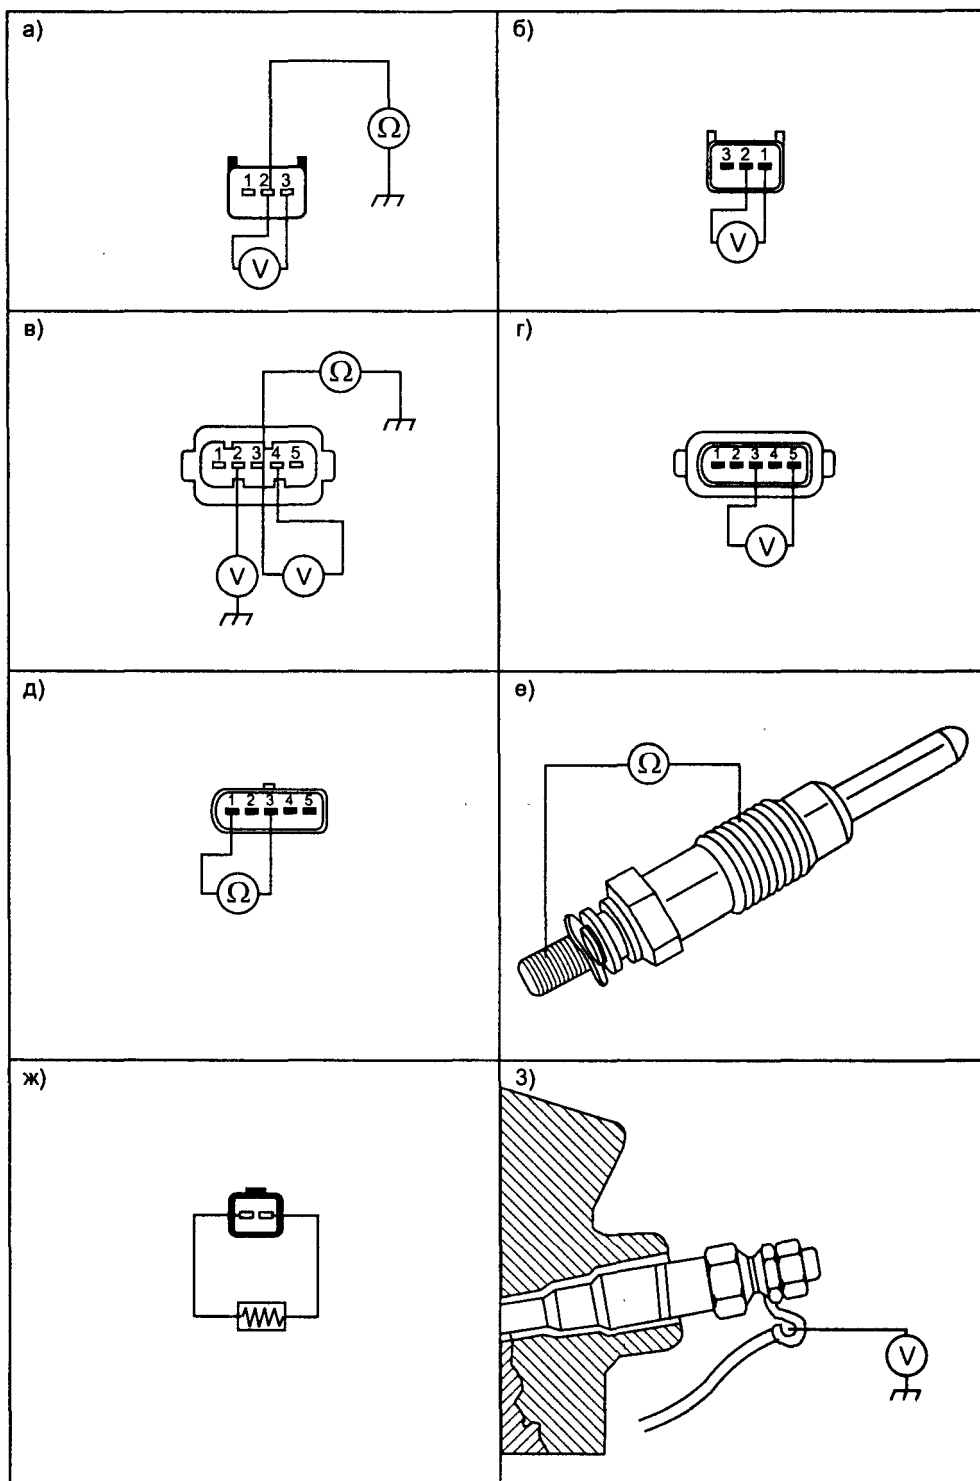

Рис. 1.6.7. Впускная система
- включают зажигание, на контакте 3 должно быть около 5 В (см. рис. 1.6.7а), а на контакте 1 около 1,8 В (см. рис. 1.6.7б). Если этого нет, проверяют монтажные соединения и при необходимости возвращаются к проверке ЕСМ;
Датчик MAF позволяет точно измерить массу поступающего на впуск воздуха, для правильной оценки необходимой цикловой подачи топлива. Для его проверки отсоединяют разъем датчика MAF и при включенном зажигании проверить наличие «земли» на контакте 3 и «+12 В» на контакте 2 разъема жгута (см. рис. 1.6.7в), если нет проверить предохранитель F13, реле K46, замки зажигания и соответствующие соединения;
- подключить разъем датчика MAF на место и включить зажигание, на контакте 4 должно быть около 5 В (см. рис. 1.6.7в), на контакте 5 около 1 В (см. рис. 1.6.7г);
- заводят двигатель, на х.х на контакте 5 должно быть около 2 В, а при частоте 3000 rpm напряжение должно вырасти до 3,5 В (см. рис. 1.6.7г).
Датчик IAT встроен в корпус датчика MAF. Для его проверки необходимо отсоединить разъем датчика и, изменяя температуру воздуха (например, с помощью фена), проверить соответствие показаний датчика табл. 1.6.4 (см. рис. 1.6.7д).
- выкручивают свечи накаливания из ГБЦ и проверяют их внутреннее сопротивление — около 0,4 Ом (см. рис. 1.6.7е);
- ставят свечи на место, отсоединяют разъем от датчика ЕСТ и, для имитации низкой температуры, между контактами 1 и 2 разъема включают резистор сопротивлением 5 кОм (см. рис. 1.6.7ж);
- включают зажигание и проверяют вольтметром время предпускового подогрева — на шине свечей около 14 секунд должно быть напряжение 9...12 В (см. рис. 1.6.7з). Если питание не подается, проверяют предохранители F13, F14, F34, реле K46, блок управления свечами накаливания замок зажигания и соответствующие соединения, при необходимости возвращаются к проверке ЕСМ;
- включают зажигание, после выключения контрольной лампы предпускового подогрева запускают двигатель и оставляют работать на х.х. С помощью вольтметра проверяют время послепускового подогрева — на шине свечей около 200 секунд должно быть напряжение 9...12 В (см. рис. 1.6.7з). Если питание не подается, проверяют предохранители F13, F14, F34, реле K46, блок управления свечами накаливания, замок зажигания и соответствующие соединения, при необходимости возвращаются к проверке ЕСМ.